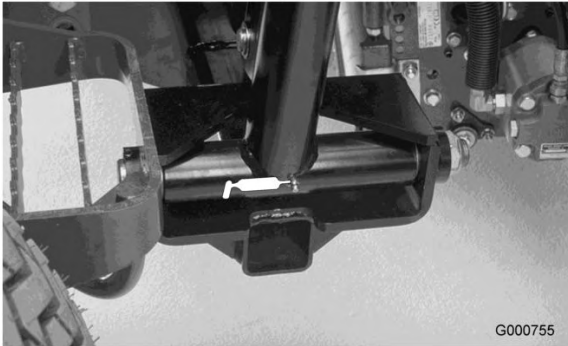

Figure 47
- Pivot de bras de levage (3) (Figure 47)